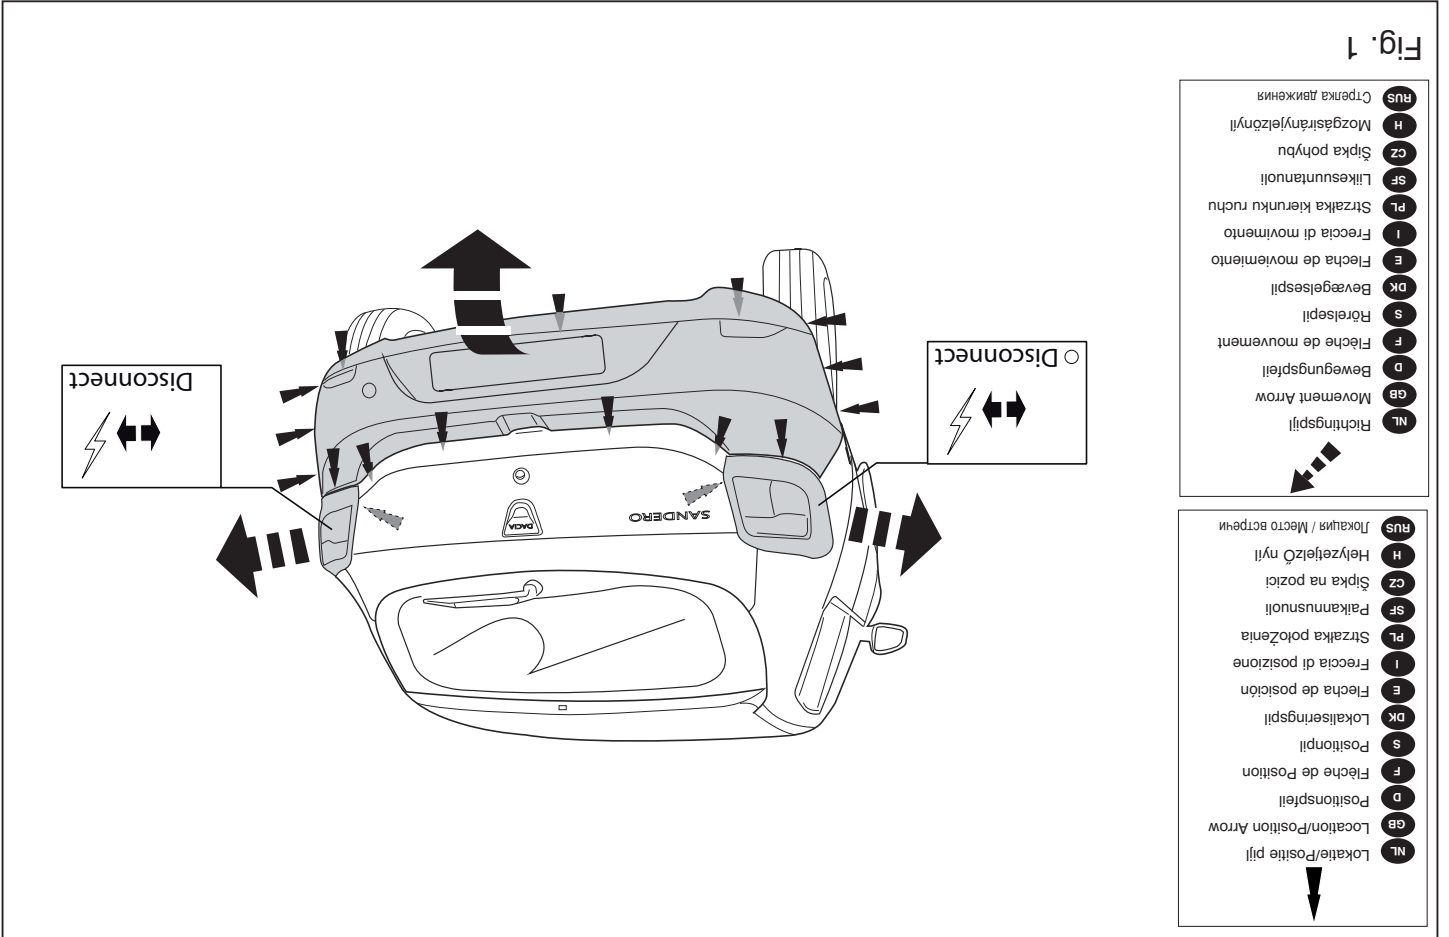

Fig. 1
1. Dismantle the rear-lights and the bumper. (see fig. 1).
1. Rücklichter und Stoßstange abmontieren. (Siehe Abb.1).
1. Déposer les feux arrière et le pare-chocs. (Voir fig. 1).
1. Demontera bakljusen och stötfångaren. Se fig. 1.
1. Demonter baglysene og kofangeren. fig. 1 .